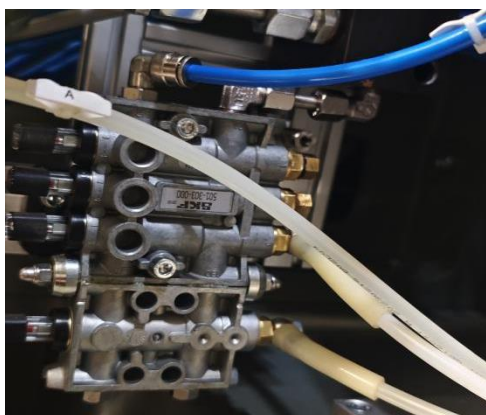
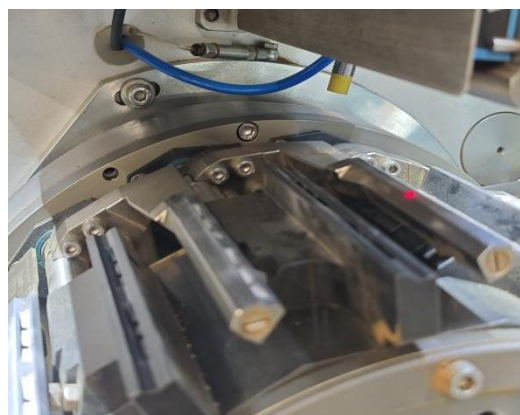

图4 调整喷油量
图5 接烟鼓轮承烟槽是否漏油
3. 操作工检查接烟鼓轮承烟槽是否漏油，呼叫维修检查自动润滑喷油量，必要时进行调整，调整方法如下（图4-图5）：